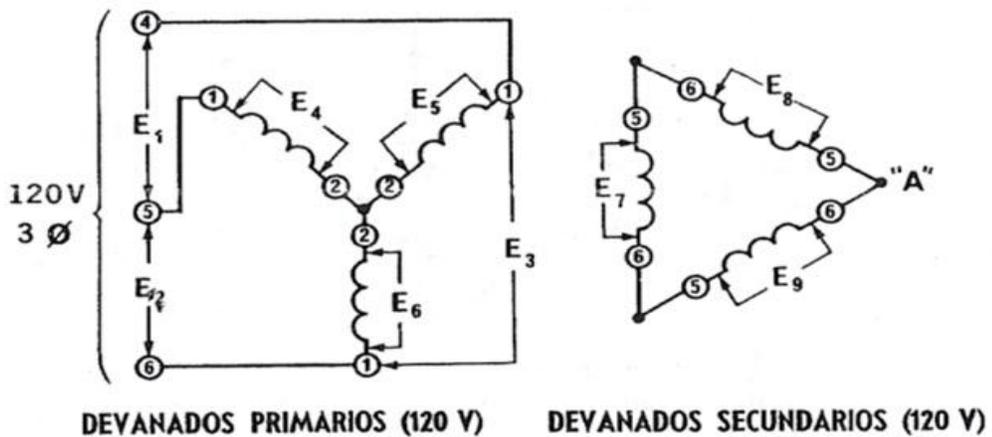

Figura 4.3
- 3. a) El circuito que se ilustra en la figura 4.3. tiene tres transformadores conectados en la configuración _____
- c) Conecte el circuito tal y como se indica en la figura 4.3.